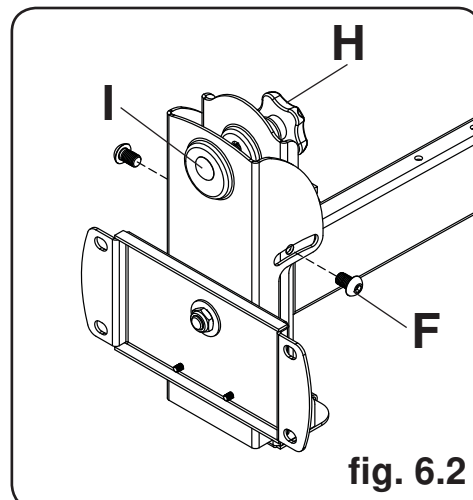

fig. 6.2
- 6-2** Instale los dos tornillos M10 (F) que quedan, como se muestra en la ilustración 6.2. **APRIETE A MANO** los cuatro tornillos M10 para poder ajustar la inclinación. Quite la cinta adhesiva del perno de cabeza redonda (I). Para ajustar la inclinación, empuje la parte superior de la pantalla de plasma para disminuir la presión sobre la perilla. Ajuste la inclinación a la posición deseada y apriete la perilla de ajuste de la inclinación (H) y luego apriete firmemente los cuatro tornillos M10 (F) usando una llave allen de 6mm (U).